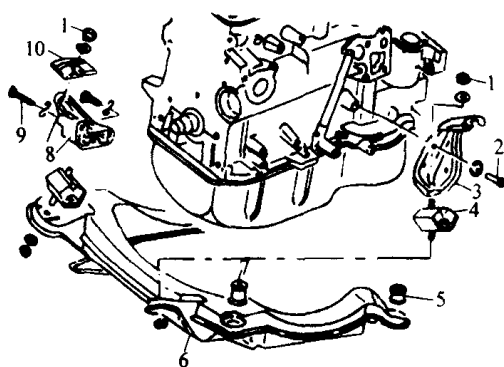

图 1-4 发动机的支承
(12) 卸开节气门拉索和离合器拉索。
(13) 拆下起动机上导线接头，拆卸起动机紧固螺栓，卸下起动机总成。
(14) 拆下排气管与排气歧管接口处螺栓，将排气管分开，注意断开氧传感器的线接头。
(15) 拆下发动机和变速器的连接螺栓和飞轮壳的固定螺栓，将变速器脱开。
(16) 如图 1-4 所示，拆下发动机支撑橡胶缓冲块锁紧螺母。